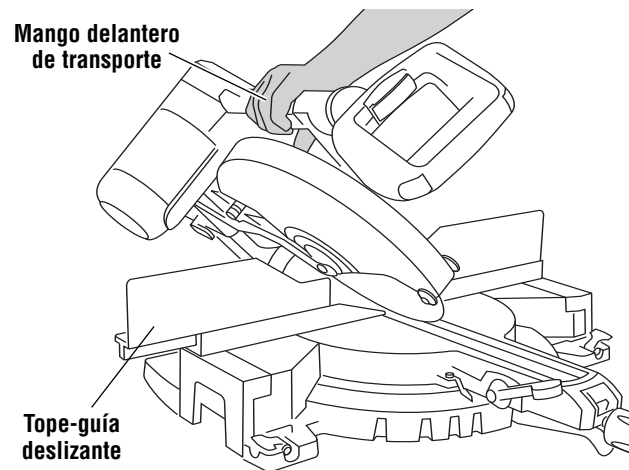

Figura 2.
- a. Extienda el tope-guía deslizante izquierdo para que sobresalga del ensamblaje de la sierra y fíjelo de nuevo (Figura 2).
- a. Extienda el tope-guía deslizante derecho para que sobresalga del ensamblaje de la sierra y fíjelo de nuevo (Figura 2).
- c. Sitúese en el lado derecho de la sierra, agarre el mango delantero de transporte con la mano derecha e incline el cabezal de la sierra ligeramente hacia la izquierda, a la vez que gira la perilla selectora de intervalo de biseles con la mano izquierda hasta "0-45° a la derecha" (Figura 2).
- a. Mueva el tope-guía deslizante izquierdo o derecho para que sobresalga del ensamblaje de la sierra y fíjelo de nuevo (Figura 2).
- c. Sitúese en el lado derecho de la sierra, agarre el mango delantero de transporte con la mano derecha e incline el cabezal de la sierra ligeramente hacia la izquierda, a la vez que gira la perilla selectora de intervalo de biselés con la mano izquierda hasta el "intervalo máximo" (Figura 2).